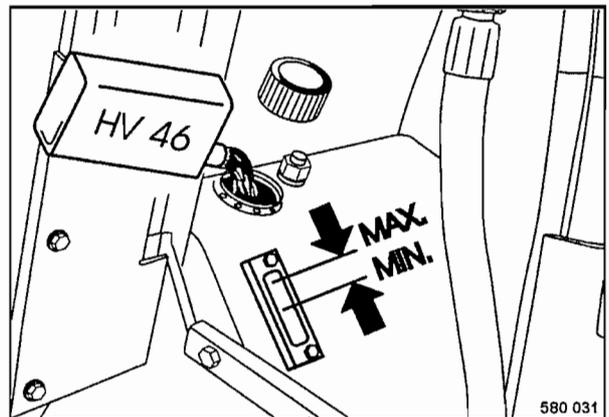

Fig. 98
- Retirar la tapa de llenado (Fig. 98).